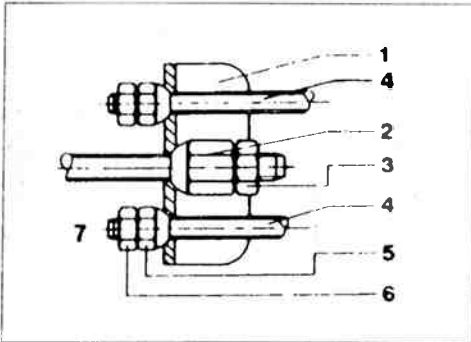

Bild 51
- \* An jedem Bowdenzug in Höhe des Ausgleichsprofileisens die Gegenmuttern und die Kugelmuttern (Bild 51, Pos. 5 und 6) lösen.
- \* Die Kugelmuttern (Bild 51, Pos. 5) gleichzeitig wieder festziehen und dabei das entsprechende Rad in Fahrtrichtung drehen, bis an beiden Rädern ein Widerstand deutlich spürbar ist. Die beiden Räder müssen fast blockieren.
- \* Die Gegenmuttern festziehen (Bild 51, Pos. 6).